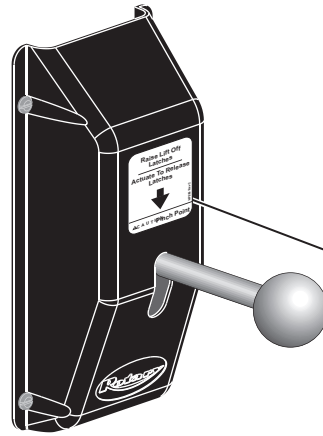

Fig. 40
**31. Pegatina de liberación del enganche para elevadores de la serie M:** Instale la pegatina de liberación del enganche en la cubierta por encima de la palanca de liberación del enganche, Fig. 40.